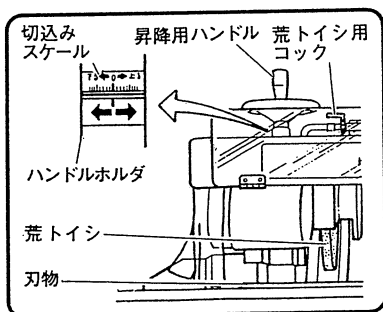

図 16
(4) 切込み量は昇降用ハンドルの切込みスケールの1目盛程度にしてください。（図16参照）
(6) 研磨が終わったら荒トイシ用コック（図16参照）を締め、荒トイシを上げて荒トイシ用スイッチを切ってください。